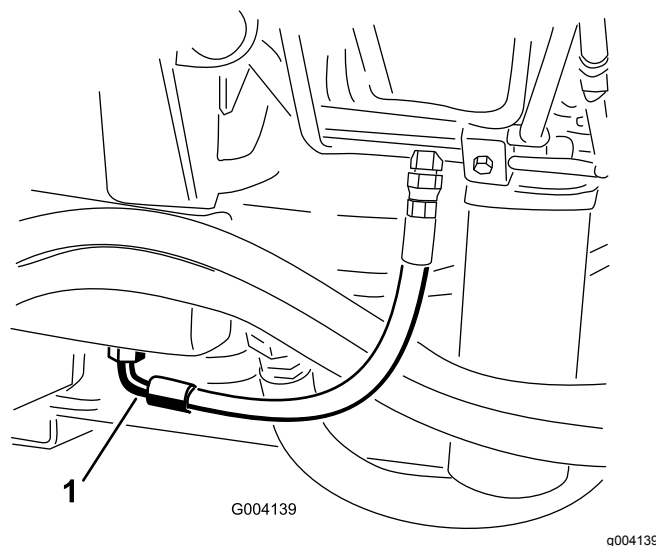

Figura 87
2. Coloque um recipiente de escoamento grande debaixo da união presa à parte de baixo do reservatório do fluido hidráulico (Figura 87).